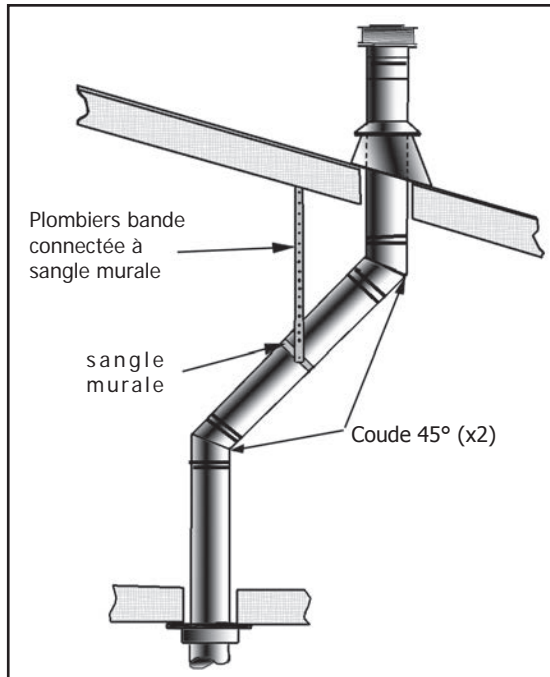

Figure 33: utilisation de sangles murales.
- (a) Si un décalage est nécessaire dans le grenier pour éviter les obstacles, il est important de soutenir le tuyau de ventilation tous les trois pieds (91 cm), pour éviter un stress excessif sur les coudes, et la séparation possible. Sangles muraux sont disponibles à cet effet (voir figure 33).